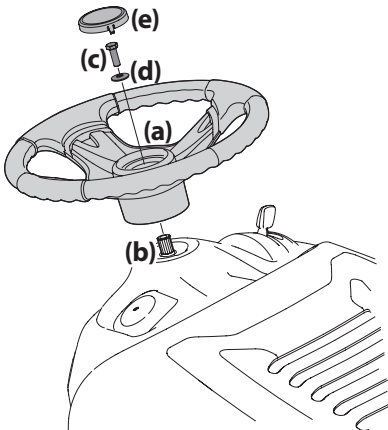

Figura 10
2. Con las ruedas delanteras del tractor apuntando hacia adelante, alinee el volante (a) y colóquelo en el eje de la dirección (b). Vea la Figura 10.
3. Asegure el volante (a) con el perno hexagonal (c) y arandela (d) desde debajo de la tapa del volante (e) y ajuste hasta 18-22 pies-libras (24-30 N-m). Vea la Figura 10.
4. Coloque la tapa del volante (e) sobre el centro del volante (a) y empuje hacia abajo hasta que haga clic al calzar en su lugar. Vea la Figura 10.